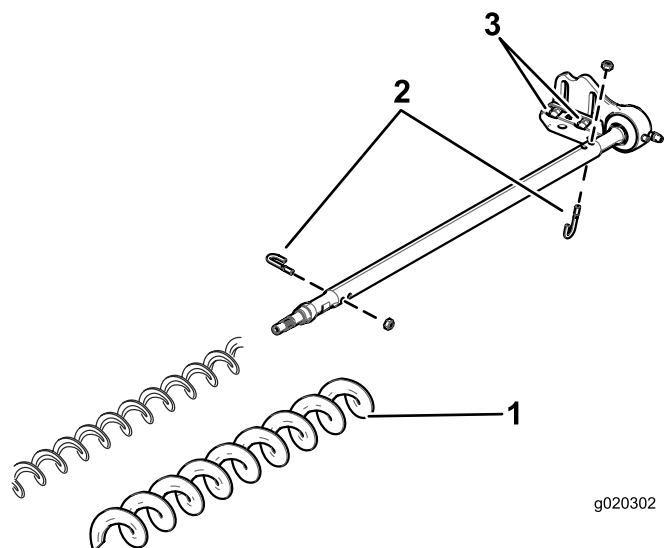

Figure 32
3. Enlevez les 2 boulons en J et écrous (Figure 32).
4. Faites glisser la brosse existante pour la déposer de l'arbre (Figure 32).
5. Desserrez les 2 boulons, rondelles et écrous qui fixent le logement de roulement d'entraînement à son support (Figure 32).
6. Glissez la brosse pour grande hauteur de coupe sur l'arbre (Figure 32).
7. Fixez la brosse sur l'arbre avec les 2 boulons en J retirés précédemment (Figure 32).